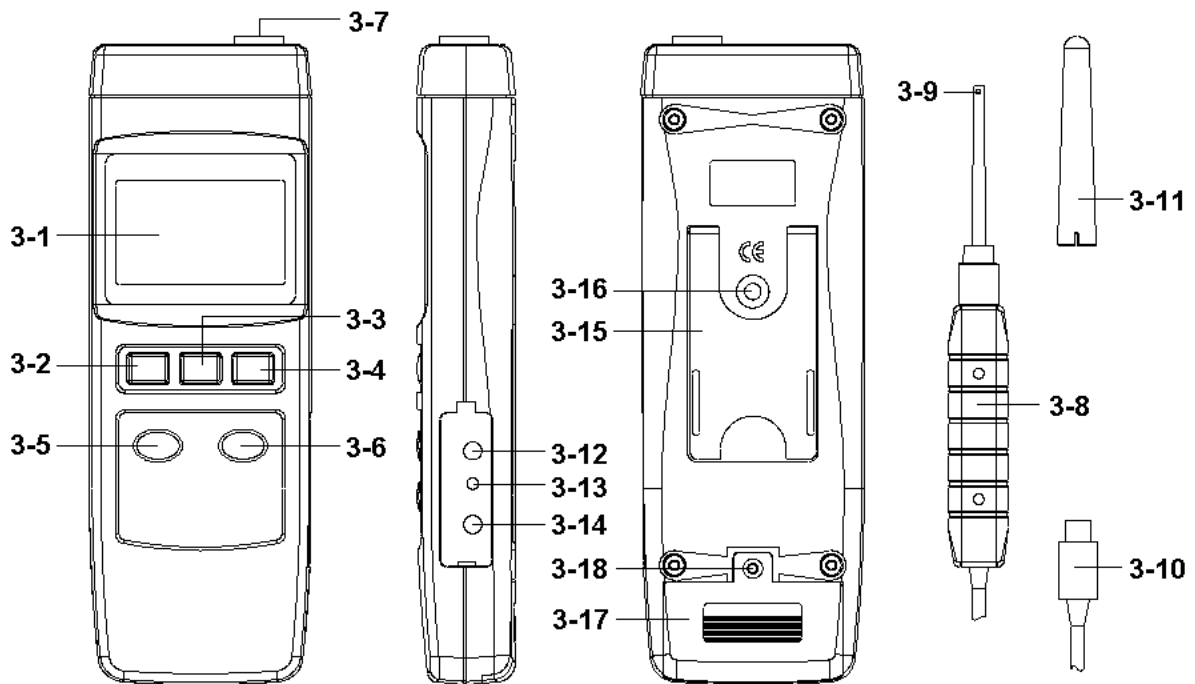

Abbildung 1
- 1) Schalten sie das Messgerät mit der „Power Taste“ (3-2, Abb. 1) ein.
- 2) Drücken sie die „Mode Taste“ (3-6, Abb. 1). Das Display zeigt folge Sequenz an:
* Befestigen sie den Sensor vor der Messung in einer bestimmten Position. Halten sie die „Zero Taste“ (3-5, Abb. 1). Das Display zeigt gleichzeitig den Wert „0“ an.
Wenn sie während einer Messung die „Hold Taste“ (3-3, Abb. 1) einmal betätigen, wird der gemessene Wert eingefroren und mit einem „HOLD“ Symbol angezeigt.
* Die Data Record Funktion speichert das Maximum und Minimum einer Messung. Drücken sie die „REC Taste“ (3-4, Abb.1) einmal um die Data Record Funktion zu starten und es wird ein „REC“ Symbol auf dem Display angezeigt.
Halten Sie die „SET Taste“ (3-6, Abb. 1) für mind. 2 Sekunden gedrückt um ins „Erweiterte Einstellungen“ (Advanced Setting) Menü zu gelangen. Zum Auswählen der drei möglichen Funktion drücken sie die „SET Taste“ erneut. Das Display zeigt folgende Funktionen an:
Während das Gerät eingeschaltet ist, drücken sie die „Reset Taste“ (3-13, Abb. 1) mit einem spitzen Gegenstände (Nadel o.ä.) für einen Moment und das System wird zurückgesetzt. Sollten sie das System neugestartet haben werden die „Erweiterten Einstellungen“ auf die Standartwerte zurückgesetzt.
Das Messgerät hat eine RS232 Schnittstelle via 3,5 mm Klinkenstecker (3-12, Abb. 1). Der Datenausgang ist ein 16 Stellen Datenübertragung, welche für benutzerspezifische Anwendungen genutzt werden kann. Ein RS232 Anschluss mit der folgenden Belegung wird benötigt um das Gerät mit einer seriellen Schnittstelle am PC zu verbinden.